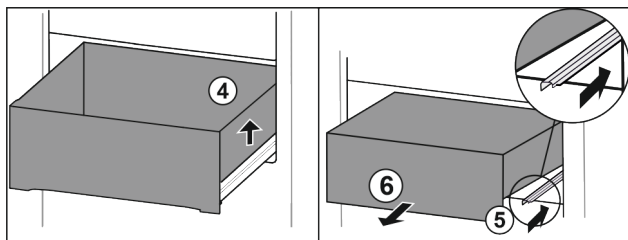

Fig. 128
- ▶ 抬起抽屉右侧。 Fig. 128 (4)
- ▶ 推入右侧轨道。 Fig. 128 (5)
- ▶ 朝前取出抽屉。 Fig. 128 (6)